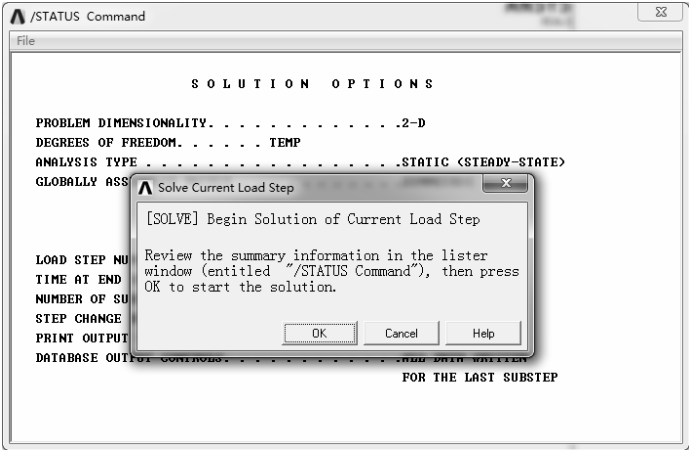

图 8-38 求解信息窗口
1) 选择“Main Menu>Solution>Solve>Current LS”命令，弹出图 8-38 所示的求解信息窗口，其中“/STATUS Command”窗口显示所计算模型的求解信息和载荷步信息。